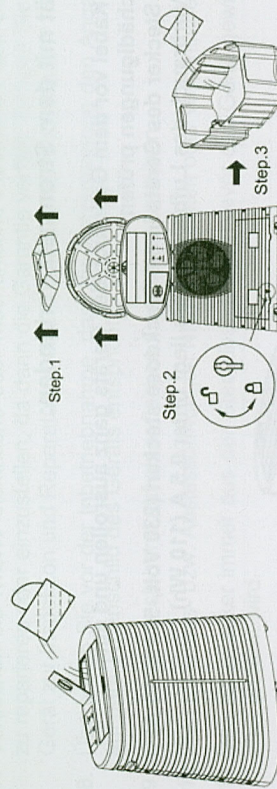

Abbildung 1
1. Den Deckel der Wasserzufuhr öffnen. Wasser durch das Zuführrohr in den Tank füllen (Abbildung 1). Nachdem das Wasser das obere Niveau erreicht hat, ertönt ein Signal 10 Sekunden lang und das grüne Licht leuchtet auf. Sie können das Wasser auch direkt in den Tank einfüllen; dazu entfernen Sie den Tank wie folgt: